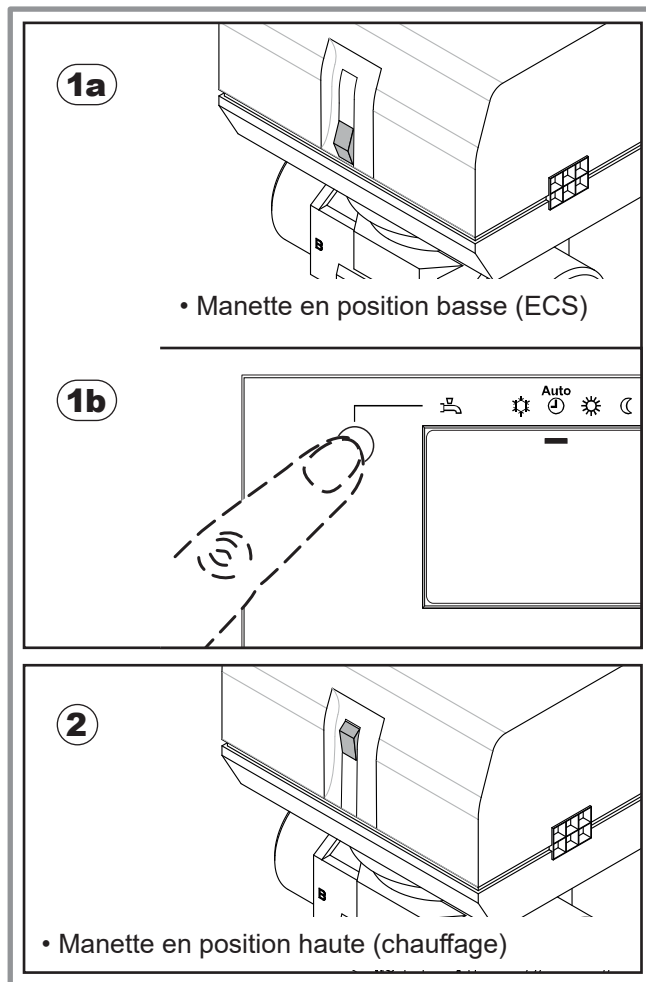

figure 48 - Vanne directionnelle en position chauffage
• **1a** - Si la manette de la vanne directionnelle est en position basse (position ECS) (figure 48) :
• **1a** - La manette de la vanne directionnelle doit être en position basse (position ECS) (figure 48). Suivre la procédure du § 6.4.1 à partir du N° 2.
- **1** - Si la manette de la vanne directionnelle est en position basse (position ECS) (figure 48) :
- **1a** - La manette de la vanne directionnelle doit être en position basse (position ECS) (figure 48) . Suivre la procédure du § 6.5.1 à partir du N° 2.